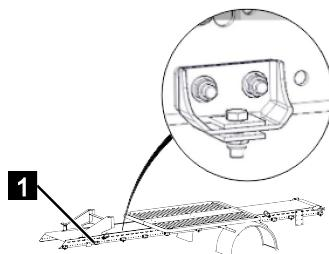

Abb. 264
1. Sämtliche Rahmenbefestigungen (Abb.264/1) mit dem passendem Drehmoment nachziehen (→Kapitel 8.4.3 „Anziehdrehmomente“, auf Seite 204).